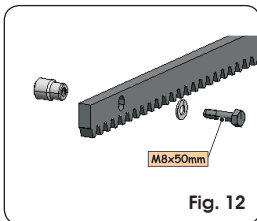
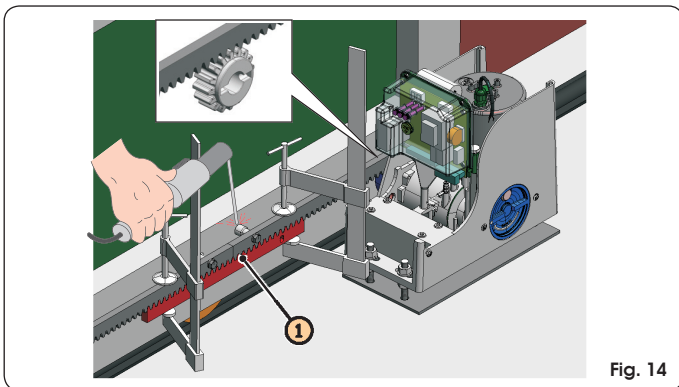

Fig. 12
Fig. 14
- e Placer un autre élément de la crémaillère à côté du précédent en utilisant un morceau de crémaillère pour mettre en phase la denture des deux éléments d'après la Fig.14 réf. a.
5.4.2. CRÉMAILLÈRE À VISSER EN ACIER (Fig. 12)
- ① Amener manuellement le vantail en position d'ouverture.
- ② Poser sur le pignon le premier élément de la crémaillère en positionnant l'entretoise entre la crémaillère et le bord du portail. Contrôler avec un niveau à bulle l'horizontalité de la crémaillère et marquer le trou de perçage avec un crayon-feutre.
- ③ Percer avec un foret de Ø 6,5 mm et tarauder avec un taraud M8. Visser le boulon.
- ④ Actionner le portail manuellement, en vérifiant que la crémaillère est posée sur le pignon et répéter les opérations au point ③.
- ⑤ Placer un autre élément de la crémaillère à côté du précédent en utilisant un morceau de crémaillère pour mettre en phase la denture des deux éléments d'après la Fig. 14 réf. ①.
- ⑥ Actionner le portail manuellement et procéder aux opérations de fixation comme pour le premier élément en continuant jusqu'à la couverture complète du portail.